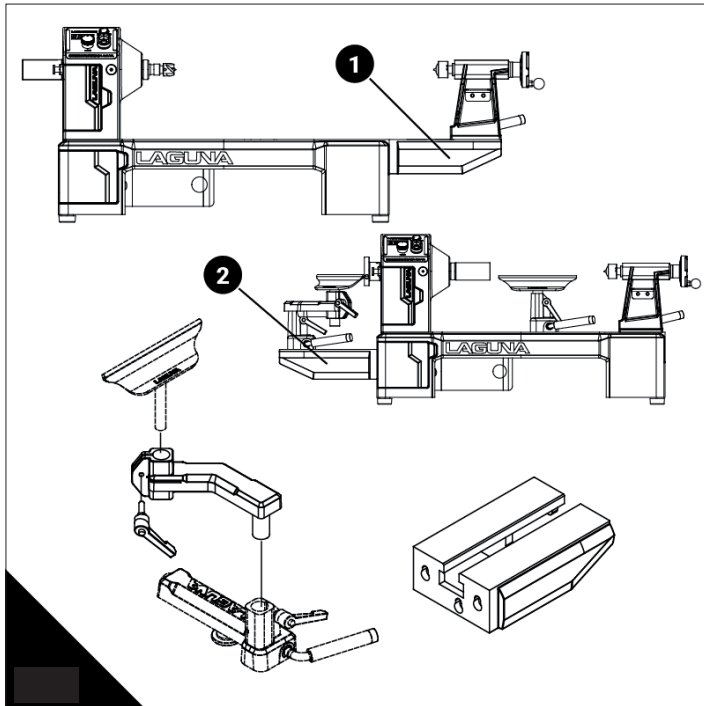

Abb. 16
**Abb. 16. (1) Bankbettverlängerung - Verlängerung der Spitzenweite von 393 mm auf 647 mm. (2) Außendrehvorrichtung - erweitert die Drechselbanklänge an der linken Seite um 406 mm.**